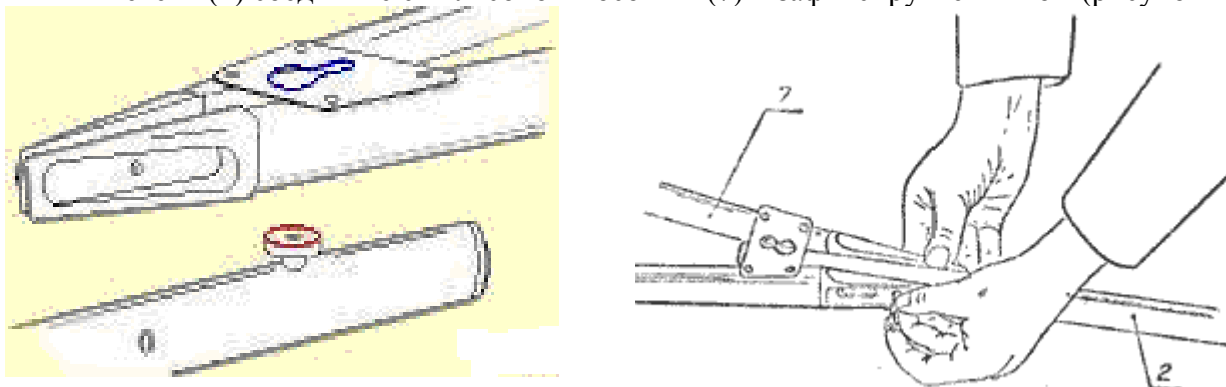

Рисунок 2. Фиксация штевня с кильсоном винтом.
Штевень (2) соедините с кильсоном носовым (7) и зафиксируйте винтом (рисунок 2).